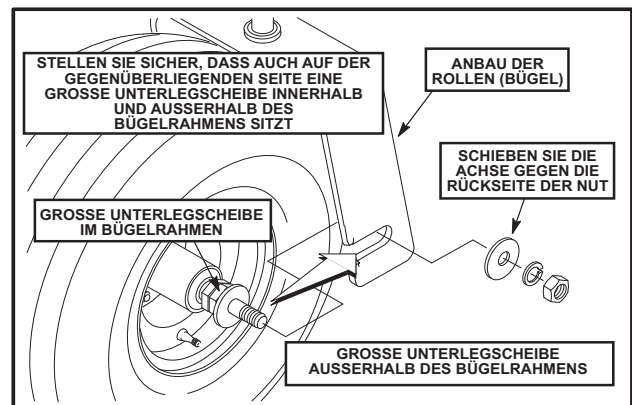

Abbildung 21
4. Montieren Sie Rad und Achse auf den Rollenbügel, indem Sie die Achse zur Rückseite der Nut schieben. Stellen Sie sicher, dass die Befestigungselemente auf der Achse lose genug sind, damit der Bügelrahmen **zwischen** den beiden großen Unterlegscheiben auf jeder Seite des Bügels montiert werden kann (siehe Abb. 21) **oder** entfernen Sie an jedem Ende der Achse die Mutter, die Sicherungsscheibe und eine große Unterlegscheibe, schieben Sie das Rad auf, um eine (1) große Unterlegscheibe an der Innenseite des Bügelrahmens und eine große Unterlegscheibe an der Außenseite des Bügelrahmens anzubringen. Ersetzen Sie die Befestigungselemente.